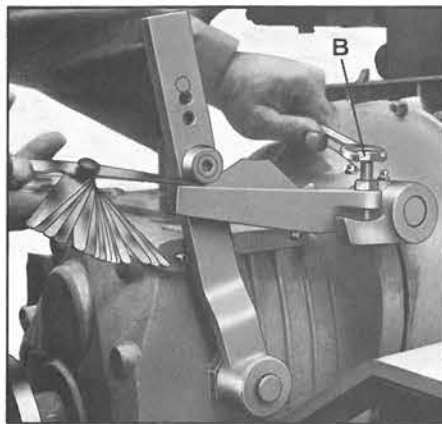

Fig. 32
16.12 Registrare il gioco tra rullo leva comando invertitore e cava sul braccio mobile con marcia inserita avanti e indietro (fig. 32).
16.12 Adjust clearance between roller reverse lever and mobile arm (fig. 32).